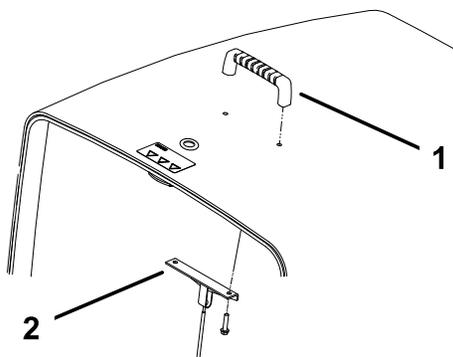

Рисунок 5
- Установите ручку и кронштейн троса на капот с помощью двух винтов (Рисунок 5).